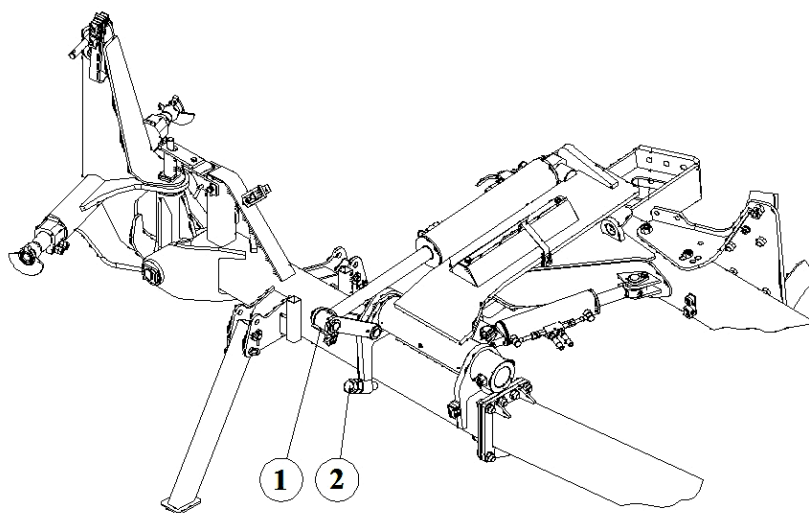
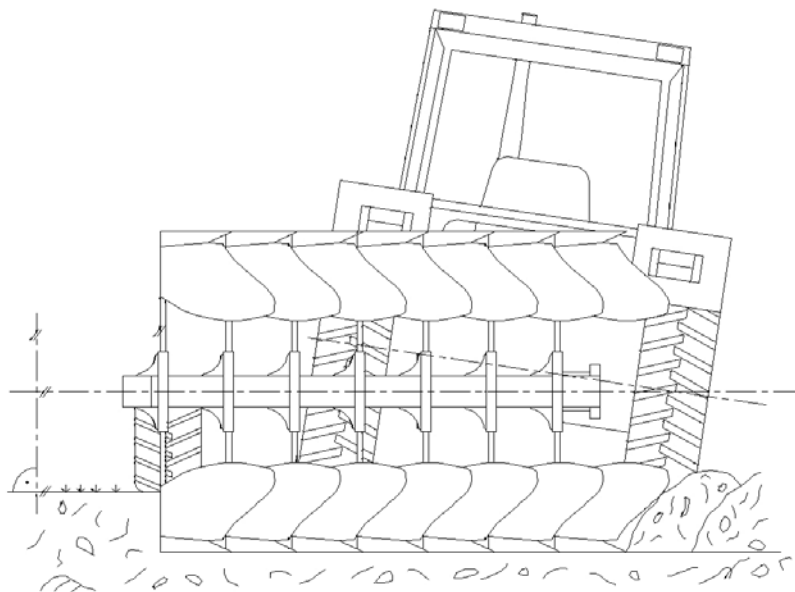

Рисунок 7.
Рисунок 8.
При заходе трактора в следующую борозду поверните раму плуга из транспортного положения в рабочее, пока опорная часть суппорта 1 (рис. 7) не упрётся в упорный болт 2 (рис. 7) для поперечной регулировки, и опустить обратно опорное колесо на установленный упор требуемой глубины вспашки.
- После выполнения 1-й борозды необходимо отрегулировать глубину вспашки и продольную установку плуга опорным колесом и навеской трактора. При виде с боку рама плуга должна быть параллельна поверхности земли (рис. 8).
- Следует провести поперечную регулировку плуга регулировочными болтами 2 (рис. 7) таким образом, чтобы положение вертикальных кронштейнов крепления корпусов лемехов было перпендикулярно поверхности земли (рис. 8).
Во время вспашки кронштейны крепления лемехов, глядя по направлению движения, должны быть приблизительно перпендикулярны земле (рис. 8).
Если это не так, наклон можно отрегулировать с помощью регулировочных винтов 2 (рис. 7) следующим образом:
приподнять плуг спереди на несколько сантиметров с помощью навески трактора, а затем снова полностью опустить на землю, в результате винт регулировки наклона 2 (рис. 7) разгружается. Отрегулировать наклон, как это необходимо (используя гаечный ключ на 46 мм) и привести навеску трактора в первоначально настроенное положение.